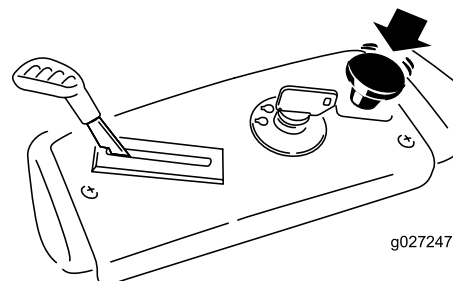

Figure 14
1. Désengagez les lames en plaçant la commande des lames en position Désengagée (Figure 14).